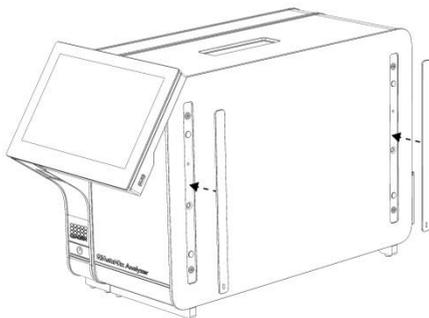

Figura 4. Recolocando as coberturas de proteção.
4. Volte a fixar as coberturas de proteção na parte lateral do Módulo analítico (Figura 4).